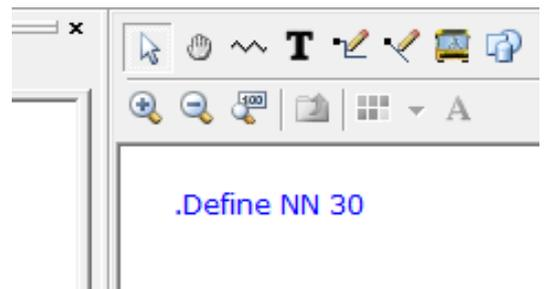

Рис. 7.1 - Ввод номера варианта
2. Задать директивой *.Define* номер варианта. Для этого в поле схемы ввести текст (начиная с точки!): *.Define NN* «номер варианта». Например, для варианта №30 вводится директива *.Define NN 30* Рис. 7.1)